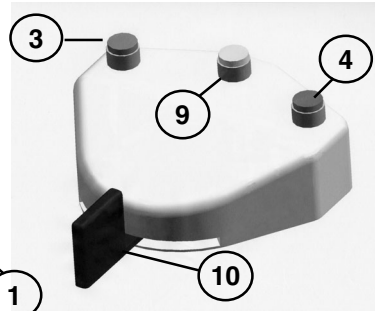

Fig. 7
- bouton marche/arrêt de la pompe à eau (1) avec témoin lumineux à led orange d'allumage effectué ;
- bouton "reverse" (2) avec témoin lumineux à led orange ; si la fonction sélectionnée prévoit la rotation normale des outils, la led doit être éteinte ;
- les deux commandes décrites ci-dessus sont répétées sur la pédale (fig. 7), où le bouton vert de gauche (3) commande la marche et l'arrêt de la pompe à eau, tandis que le bouton rouge de droite (4) permet d'inverser le sens de rotation des outils ;
- bouton de variation "Up ▲" (5) et "Down ▼" (6) du champ sélectionné sur l'afficheur (8) ;
- bouton "shift" (7) de sélection du champ à modifier sur l'afficheur (8) ;
- l'afficheur (8) visualise sur deux lignes les paramètres modifiables, qui doivent être d'abord sélectionnés par l'intermédiaire du bouton "shift" (le curseur clignote sur le champ sélectionné), puis les valeurs sont modifiées à l'aide des boutons "Up ▲" et "Down ▼".
- la pédale (Fig. 7) dispose d'un bouton jaune (9) qui permet, en combinaison avec les boutons vert (3) ou rouge (4) de changer le programme introduit ; en outre, elle dispose d'un levier (10) qui permet, en le déplaçant, d'activer le moteur et d'en changer la vitesse jusqu'à la valeur maximum précédemment introduite dans le programme.